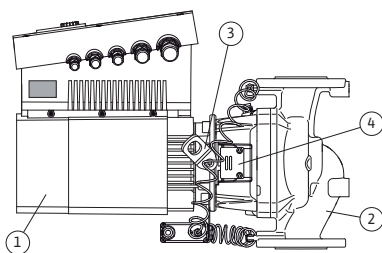

Fig. 10: Bomba completa
A principal característica da série Ixens é a camisa de arrefecimento do motor. A corrente de ar é transportada de forma ideal através da cobertura de ventilação comprida (Fig. 10, pos. 1), para o arrefecimento do motor e do módulo electrónico.
A (Fig. 10, pos. 2) mostra o corpo da bomba com uma guia especial da lanterna para aliviar o impulsor.
Os olhais de transporte (Fig. 10, pos. 3) devem ser usados de acordo com o capítulo 3 “Transporte e acondicionamento” na página 265 e capítulo 10 “Manutenção” na página 307.
A janela coberta pela chapa de protecção (Fig. 10, pos. 4) na lanterna é utilizada durante os trabalhos de manutenção, de acordo com o capítulo 10 “Manutenção” na página 307. A janela também serve para verificar se existem fugas, respeitando as disposições de segurança em conformidade com o capítulo 9 “Arranque” na página 303 e o capítulo 10 “Manutenção” na página 307.